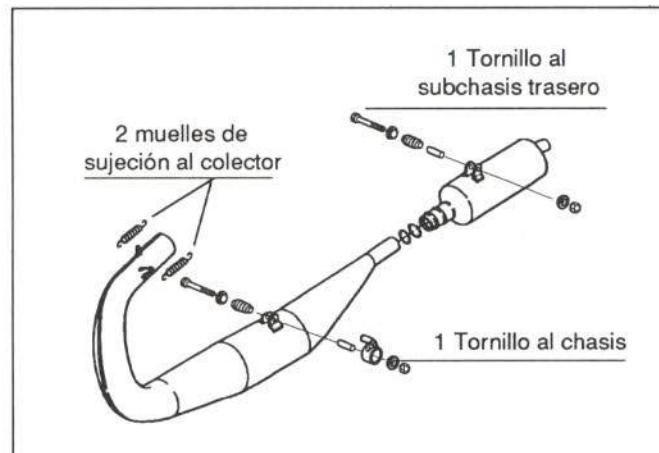

Figura 38.- Sujeción del tubo de escape
Sujeto como se indica en la figura 38.
- Tubo de escape (figura 38)